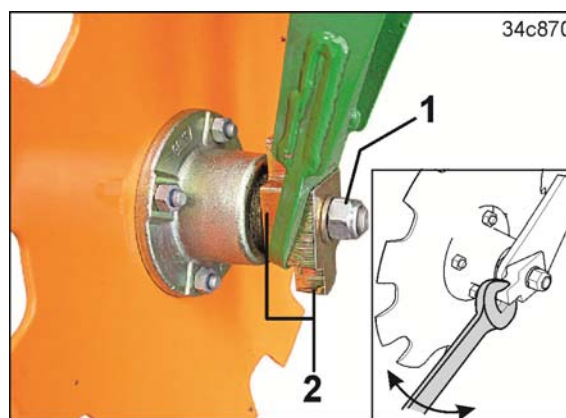

Fig. 220
2. Die Mutter (Fig. 220/1) lösen und die Spuranreißerscheibe zusammen mit den Keilen (Fig. 220/2) verdrehen.